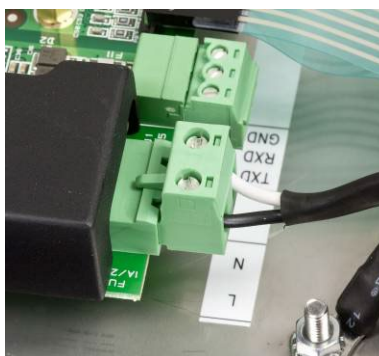

Abbildung A-6: Abschluss des Netzstromdrahtes
14. Verbinden Sie die schwarze/braune sowie die weiße/blau Netz-kabelader mit der Terminalschraube auf der Hauptplatine (siehe Abbildung A-6).
Die Wechselstromversorgung der Netzstromversion des IND246-Terminals erfolgt über ein permanent angeschlossenes Netzkabel. Beachten Sie, dass die beiden Wechselstromanschlüsse mit „L“ für Leitung (stromführend) und „N“ für Neutraleiter markiert sind (siehe Abbildung A-6). Für den Erdungsanschluss steht eine Schleifenklemme am Erdungsdraht zur Verfügung.